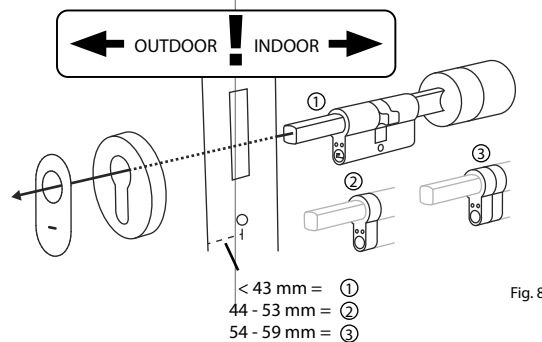

Fig. 8
⑤ Dall'interno della porta, spingere il cilindro nella serratura a mappa della porta. Spingere il lato esterno della copertura della serratura di emergenza sul blocchetto (Fig. 8).